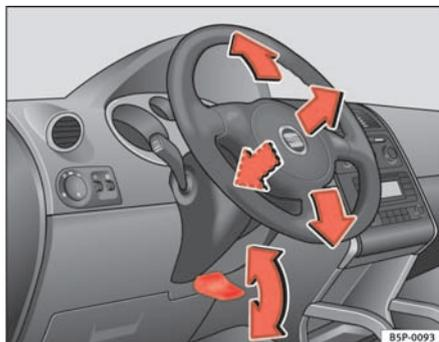

Fig. 128 Regolazione della posizione del volante
- Abbassare la leva ⇒ fig. 128 che si trova sotto il piantone dello sterzo ⇒ ⚠.